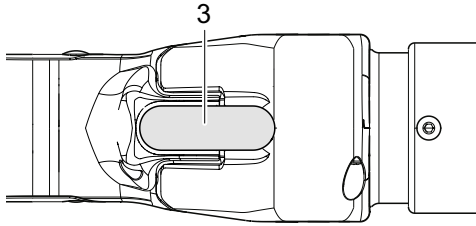

Fig. 15: Inizio della chiusura
2. Premere e tenere premuto il tasto START (Fig. 15/3).
1. Rilasciare il pulsante START (Fig. 15/3).